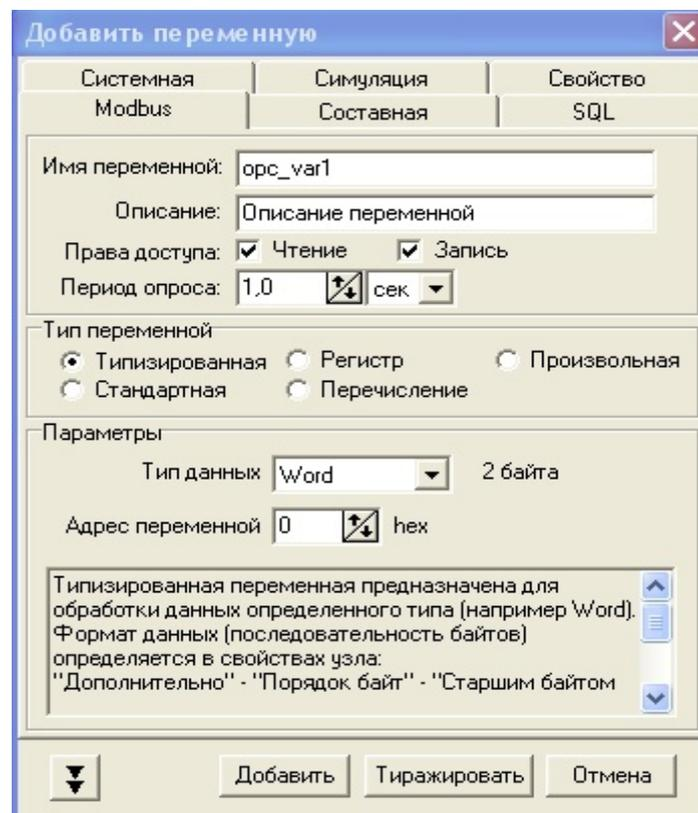

Рис.2.5
- б) В появившемся окне задать параметры переменной (Рис.2.5). **Описание параметров смотрите в справке LectusOPC.**